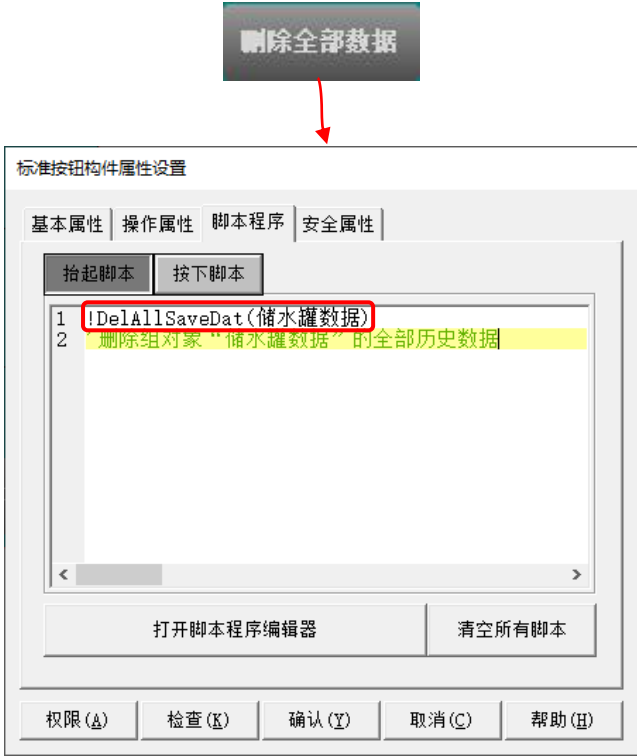

图 5.2-32 添加历史数据删除函数
- ① 绘制标准按钮：使用章节 5.2.4 组态的工程，进入用户窗口“窗口 1”，绘制 1 个标准按钮构件。
- ② 添加历史数据删除函数：双击标准按钮构件，进入“脚本程序”页，输入脚本函数“!DelAllSaveDat(储水罐数据)”，如图 5.2-32 所示：